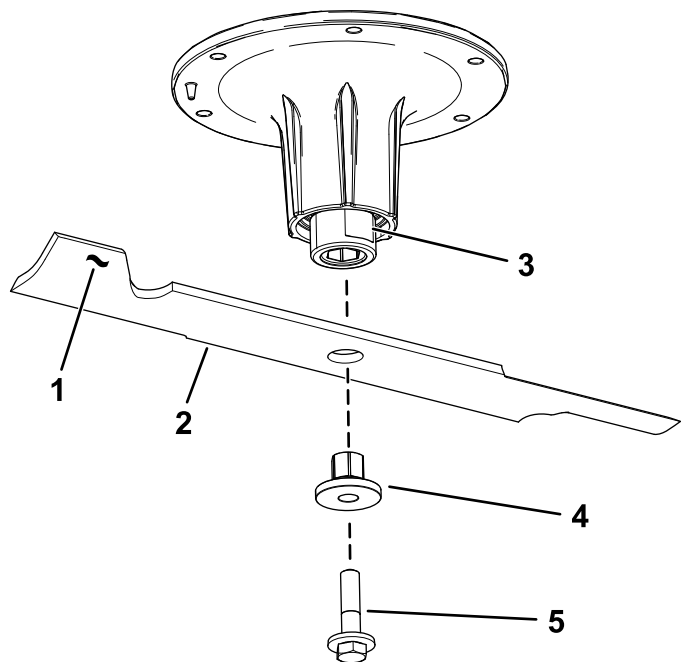

Figura 80
2. Îndepărtați urubul lamei, buca și lama de pe arborele axului (Figura 80).